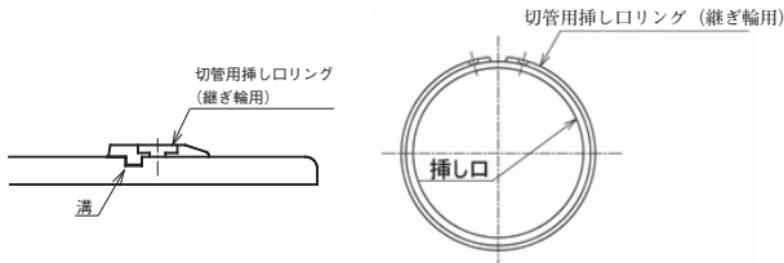

図86 切管用挿し口リング(継ぎ輪用)のセット
(2) 取付方法
- ① 溝内に砂などの異物が入ってないことを確認したら、専用の挿し口リング拡大器を用いて切管用挿し口リング(継ぎ輪用)を挿し口にセットする(図86)。